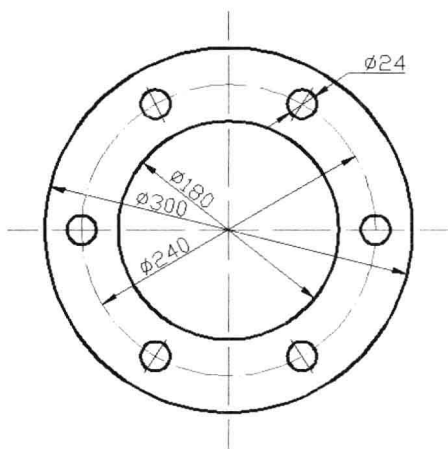

图 7-4-1
(1) 打开素材文件“7-4-7.dwg”，小圆孔径标注如图 7-4-1 所示。